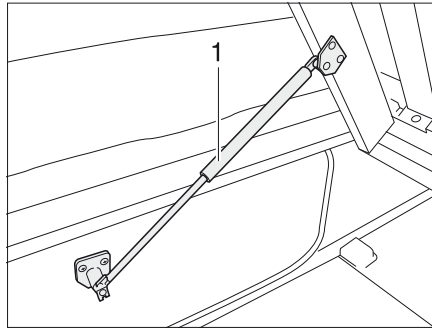

Bild 177 Fast säng
- Lyft ribbotten. Gasfjädrarna (Bild 177,1) håller kvar ribbotten i öppet läge.